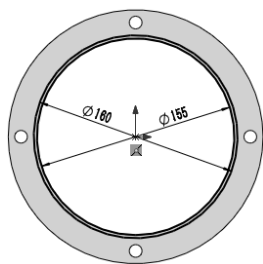
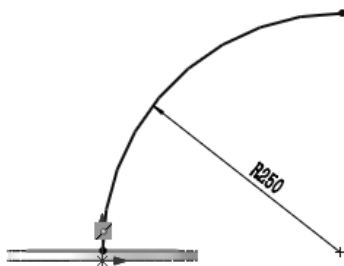

图 3-32 绘制扫描轮廓
图 3-33 绘制扫描路径
① 新建草图。选择法兰的上表面, 单击“草图”控制面板中的“草图绘制”按钮, 新建一张草图。
② 选择视图。单击“前导视图”工具栏中的“正视于”按钮, 正视于该草图平面。
③ 绘制扫描轮廓。单击“草图”控制面板中的“圆”按钮, 绘制两个以原点为圆心, 直径分别为 160mm 和 155mm 的圆作为扫描轮廓, 如图 3-32 所示。然后单击“退出草图”按钮, 退出草图绘制。
④ 新建草图。在“FeatureManager 设计树”中选择“前视基准面”作为草图绘制基准面, 单击“草图”控制面板中的“草图绘制”按钮, 新建一张草图。
⑤ 选择视图。单击“前导视图”工具栏中的“正视于”按钮, 正视于前视图。
⑥ 绘制扫描路径。单击“草图”控制面板中的“中心线”按钮, 和“圆心/起/终点画弧”按钮, 在法兰上表面延伸的一条水平线上捕捉一点作为圆心, 以上表面原点作为圆弧起点, 绘制一个 1/4 圆弧作为扫描路径, 标注半径尺寸为 250mm, 如图 3-33 所示。